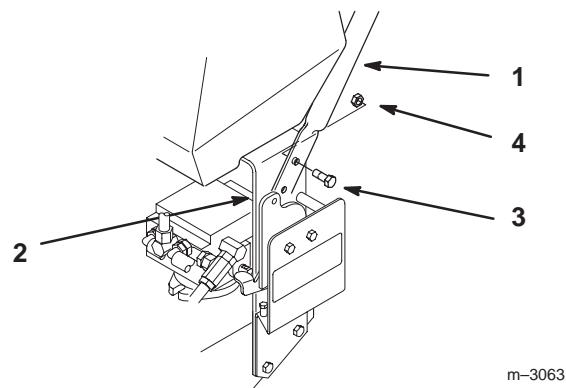

Figure 3
1. Alignez le guidon avec les trous de fixation du bâti arrière (Fig. 3). Choisissez la position haute, intermédiaire ou basse pour le trou de fixation inférieur.
2. Vissez un boulon à collerette (3/8 x 1 pouce) assorti d'un écrou à collerette de chaque côté (Fig. 3). Serrez les boulons à 34 Nm.